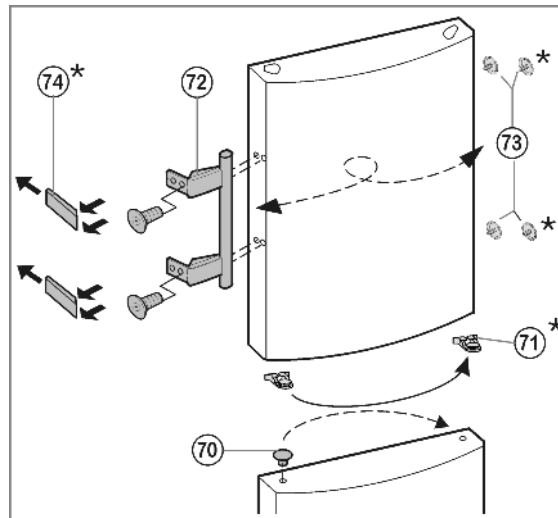

Fig. 10
- ▶ На нижней дверце: Извлеките пробку Fig. 10 (70) из опорной втулки дверцы и переставьте.
- ▶ На обеих дверцах: Снимите и переставьте на противоположную сторону дверную ручку Fig. 10 (72), пробку Fig. 10 (73) и прижимные пластины\* Fig. 10 (74).